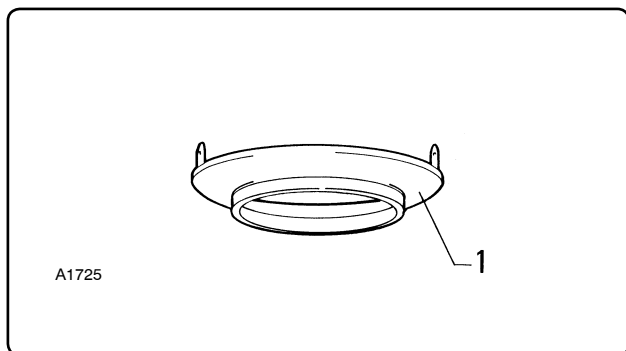

Рис. 6.10.1
6.10.1 -Съемный сепаратор (рис. 6.10.1)